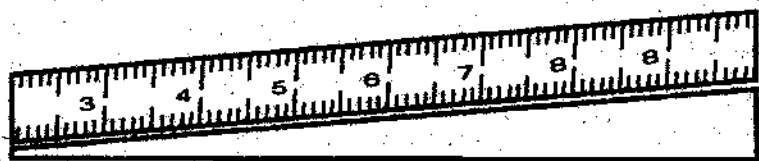
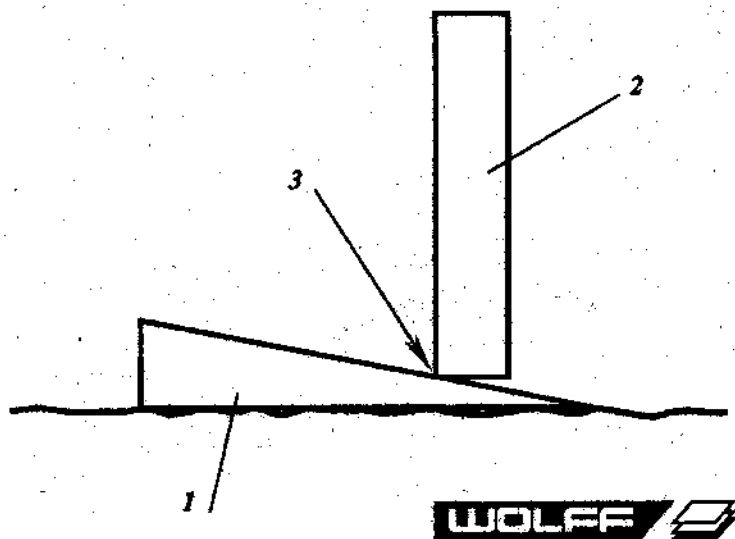

Рис. 15
Рис. 16
Она кладется на стяжку (2) там, где под нижним краем планки возникает зазор (3), там и пролегает искомая неровность (4). Точки (5) и (6) определяют длину измерения  $L$ . Величина неровности в миллиметрах замеряется мерительным клином (рис. 15). Клин (1) подводится под планку (2) (рис. 16), и по его шкале определяется глубина неровности в точке (3). Максимально допустимые значения глубины неровности указаны в приведенной ниже таблице и